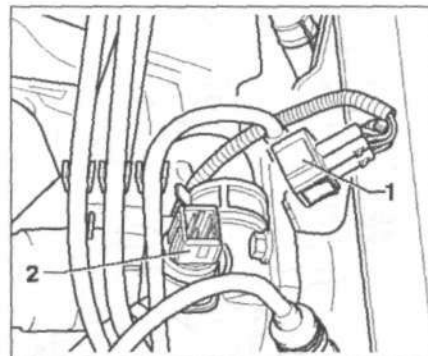

Рис. 5.49. Отсоедините четырехконтактный разъем проводки 1 от датчика температуры охлаждающей жидкости 2.
10. Отсоедините четырехконтактный разъем проводки 1 от датчика температуры охлаждающей жидкости 2 (рис. 5.49).